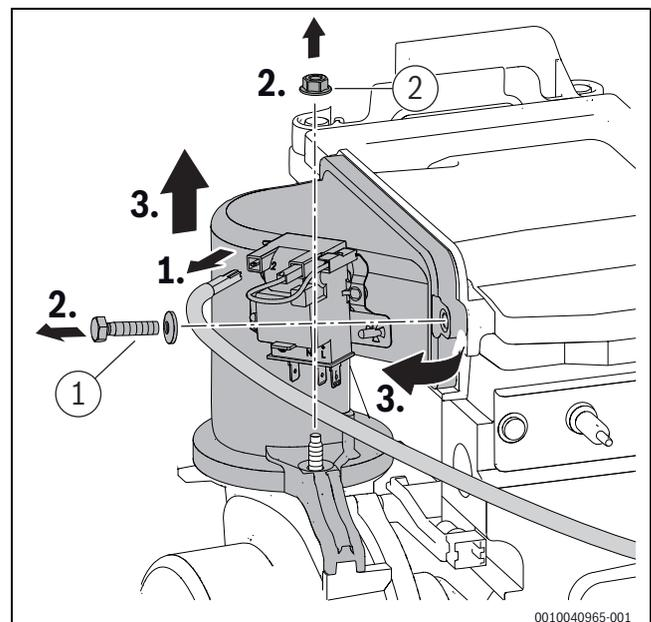

Bild 75 Mischeinrichtung ausbauen
- ▶ Schraube und Mutter ([1] und [2], Bild 75) an der Mischeinrichtung mit 5,5+0,5 Nm festziehen.